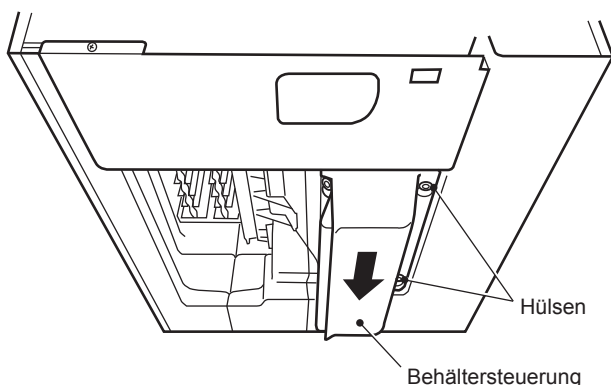

Abb. 5
- 7) Das Kabel der Behältersteuerung nach oben ziehen und die Behältersteuerung rechts an der Innenwand einhaken. Dann die Behältersteuerung nach oben gegen den Boden des Gerätes drücken und nach hinten schieben, bis sie hörbar einrastet. Darauf achten, dass die Schlitzle rechts an der Behältersteuerung richtig auf den Hülsen unten am Gerät sitzen. Siehe Abb. 5.